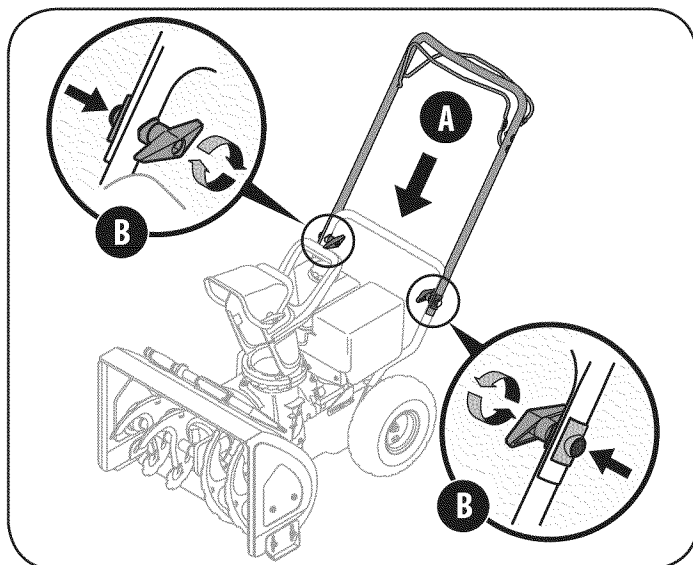

Figura 2
3. Eleve la barra de control superior y ubíquela sobre la barra inferior, alineando los orificios de los cuales se extrajeron las perillas de aletas (A) en la Figura 2).
4. Inserte un tornillo de carro desde el exterior a través de una lengüeta de la barra de control, las barras superior e inferior, una arandela cóncava, y al interior de la perilla de aletas (B) en la Figura 2. Repita lo mismo en el otro lado.
5. Ajuste las perillas de aletas a cada lado de la barra de control. Consulte la Figura 2.